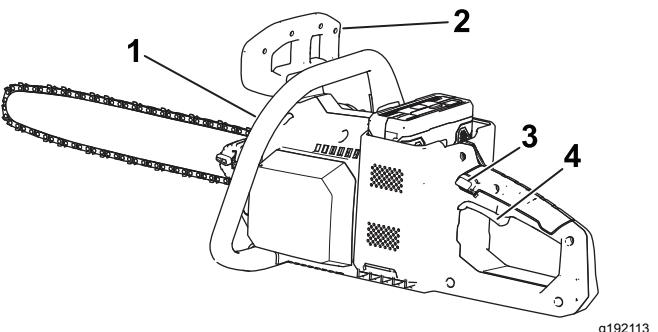

**Figura 9**
6. Asegúrese de que el freno de la cadena esté en la posición de MARCHA (**Figura 9**).
Cuando no utilice la sierra o la transporte desde o hacia el área de trabajo, mueva el freno de la cadena a la posición de PARADA (**Figura 9**) y retire la batería.